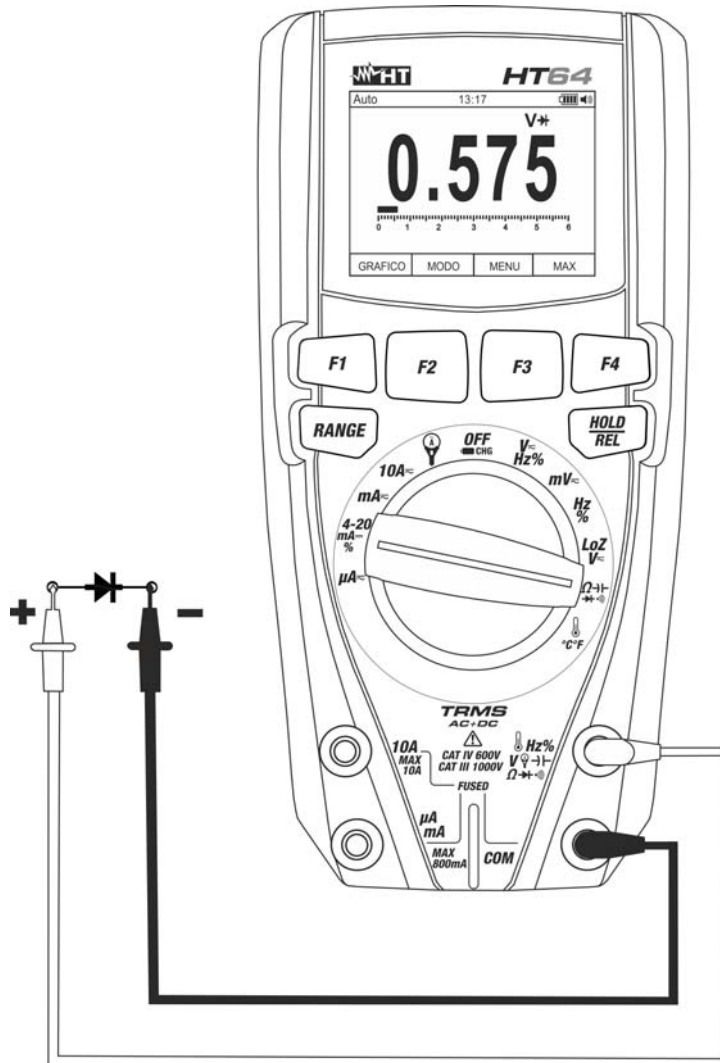

Fig. 27: Uso del instrumento para la Prueba de Diodos
4. Posicione las puntas en los extremos del diodo en examen (vea Fig. 27) respetando las polaridades indicadas. El valor de la tensión de umbral en polarización directa se muestra en el visualizador
6. Si el instrumento muestra el mensaje "O.L" los terminales del diodo están invertidos respecto a lo indicado en Fig. 27 o bien la unión P-N del diodo está dañada